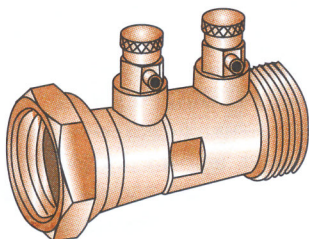

Figure 7 : Le clapet antipollution
- un clapet antipollution (figure 7), comme l'exigent les règlements sanitaires, afin d'éviter d'éventuels retours d'eau vers le réseau public ;